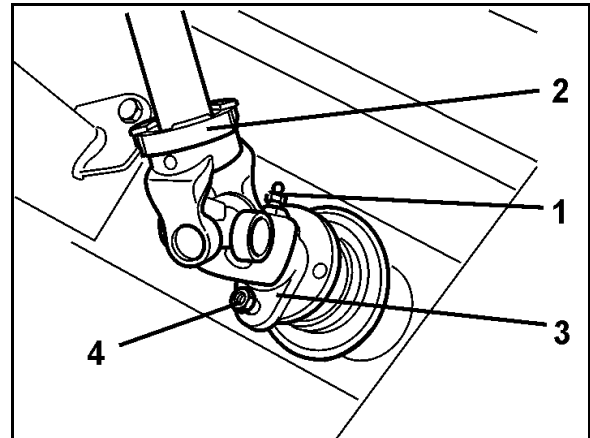

Fig. 84
1. Soltar la boquilla de engrase (Fig. 84/1) en la brida de conexión (Fig. 84/2) del árbol de transmisión.
2. Retirar el tornillo cizallable (Fig. 84/4) situado entre la brida de horquilla (Fig. 84/3) del árbol de transmisión y la brida del árbol de entrada del engranaje.